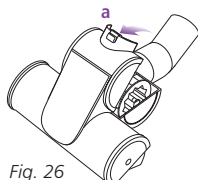

Fig. 26
- 1 Faites glisser la languette de verrouillage (a) vers l'avant et penchez doucement le boîtier de la brosse vers le haut pour l'ouvrir. (Fig. 26)